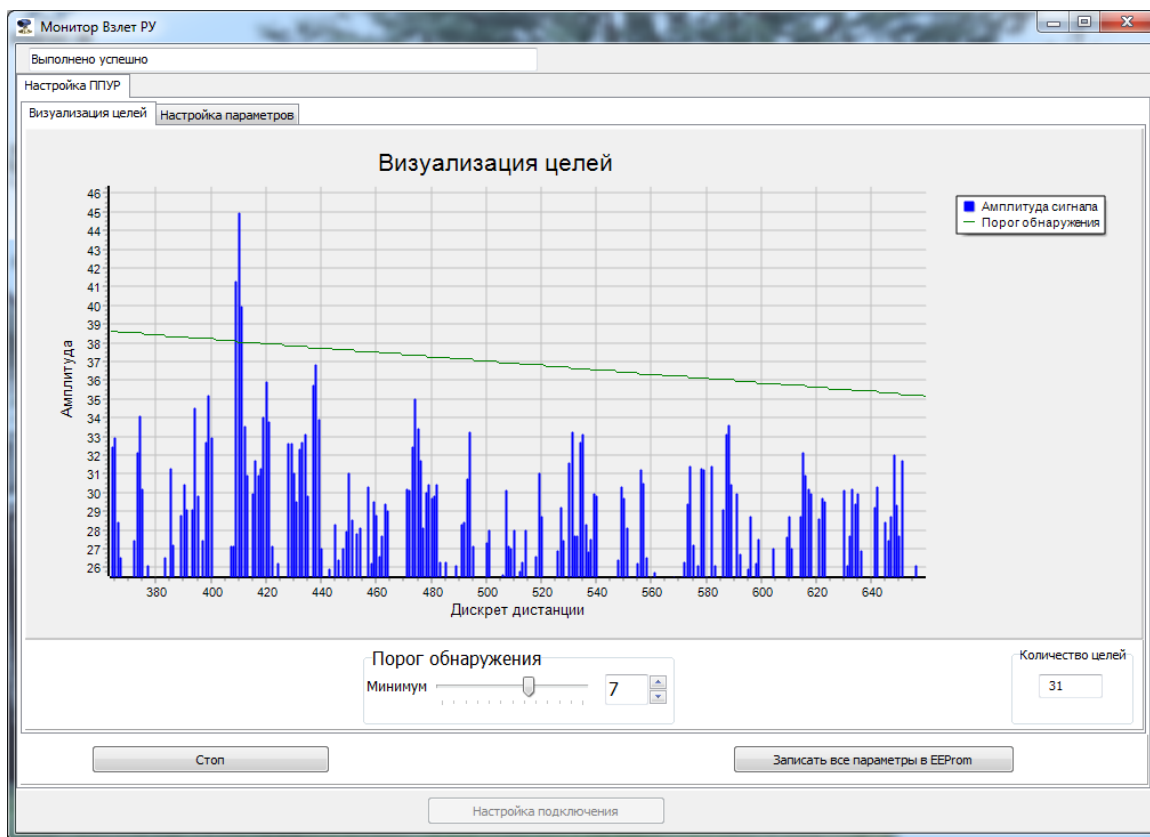

Рис.25 - Приближение сигнала «шумовой дорожки».
7.7.4 Вращением скролла «мышки» можно приблизить картинку шумовой дорожки (рис.25) для более точной оценки измеряемой дистанции до объекта.